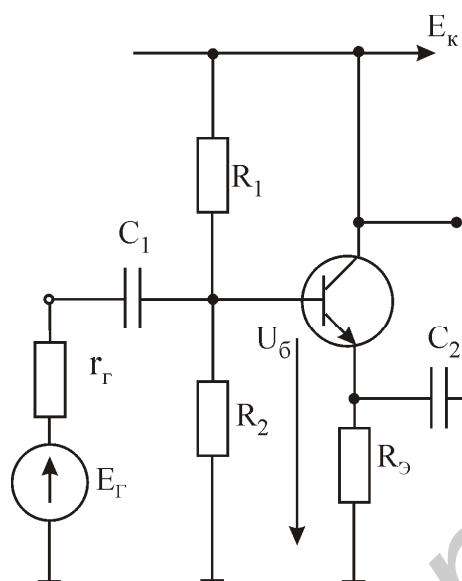

Рис.1.3. Эмиттерный повторитель
7. При наличии резистора R_3 в цепи эмиттера (рис. 1.3) ток $I_{\text{к}}$ в цепи коллектора определяется напряжением базы U_6 и не зависит от сопротивления $R_{\text{к}}$ (в активном режиме!):
Напряжение на выходе повторяет входной сигнал за вычетом $U_{бэ} = 0,7 В$ - отсюда название “повторитель”. Транзистор включен по схеме с общим коллектором (рис. 1.3).